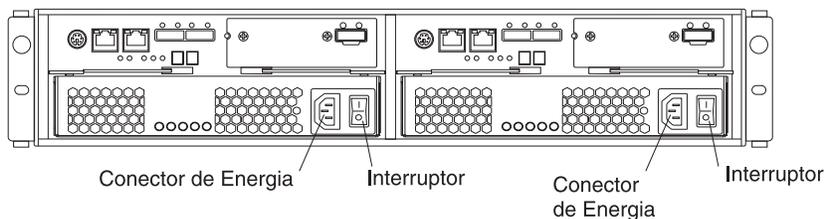
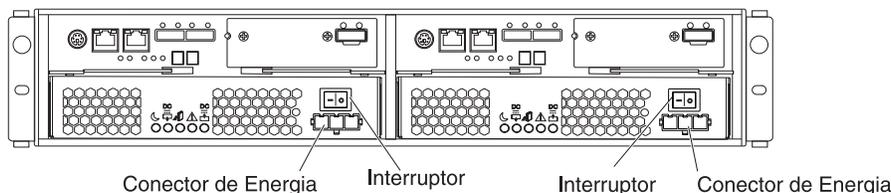

Figura 4-1. Conectores e Comutadores de Fonte de Alimentação para Modelos de AC do DS3500
Figura 4-2. Conectores e Comutadores de Fonte de Alimentação para Modelos de DC do DS3500
6. Ligue os dois interruptores na parte posterior do subsistema de armazenamento. A Figura 4-1 mostra os locais dos interruptores ac. Figura 4-2 na página 4-4 mostra os locais dos comutadores de energia dc.